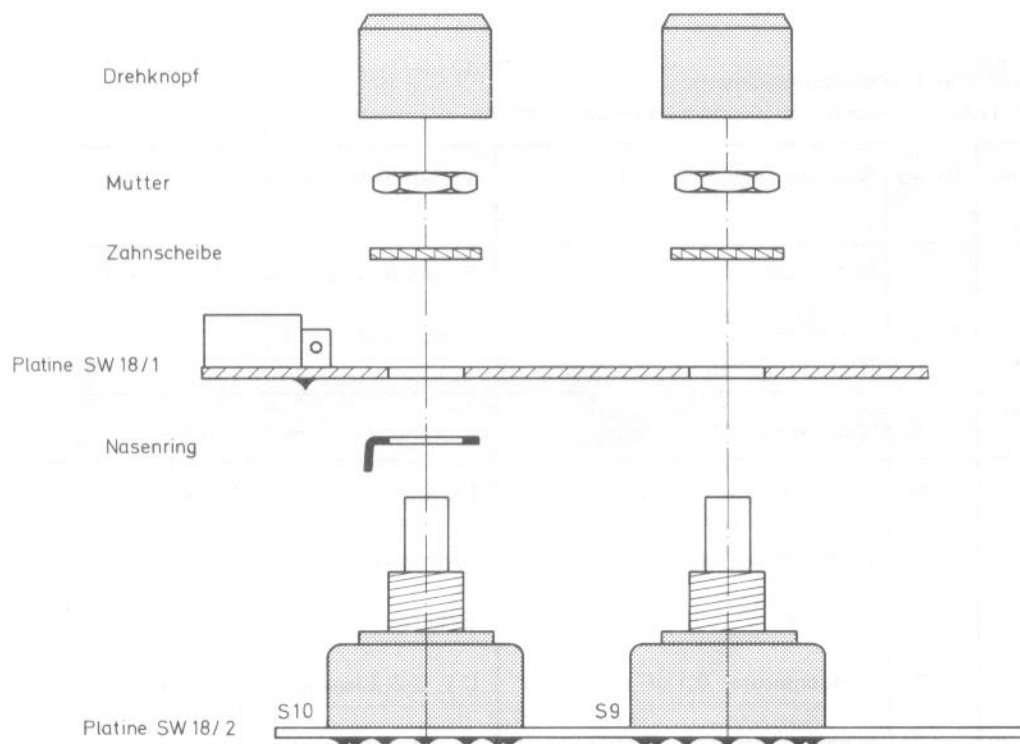

Abb. 11 Verschraubung beider Platinen SW18/1 + SW18/2
- Entfernen Sie an beiden Drehschaltern die Mutter, die Zahnscheibe und den Nasenring (Abb. 11). Drehen Sie danach beide Schalter bis zum linken Anschlag. (Im Gegenuhrzeigersinn drehen, evtl. provisorisch einen Drehknopf aufschrauben.)
- c) Verschrauben Sie jetzt die beiden Platinen nach Abb. 11 zu einem zweistöckigen Gebilde. Die Steckanschlüsse Plug 3 und Plug 4 auf der SW 18/2 müssen in die gleiche Richtung zeigen wie der Plug 1 auf der SW 18/1.